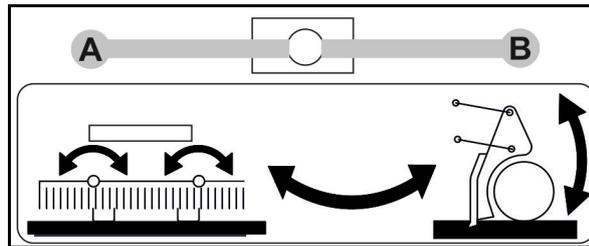

Fig. 96
7. Kugelhahn (Fig. 96/1) in Position **B** bringen.
- Kugelhahn (Fig. 96) in Position **B** halten,